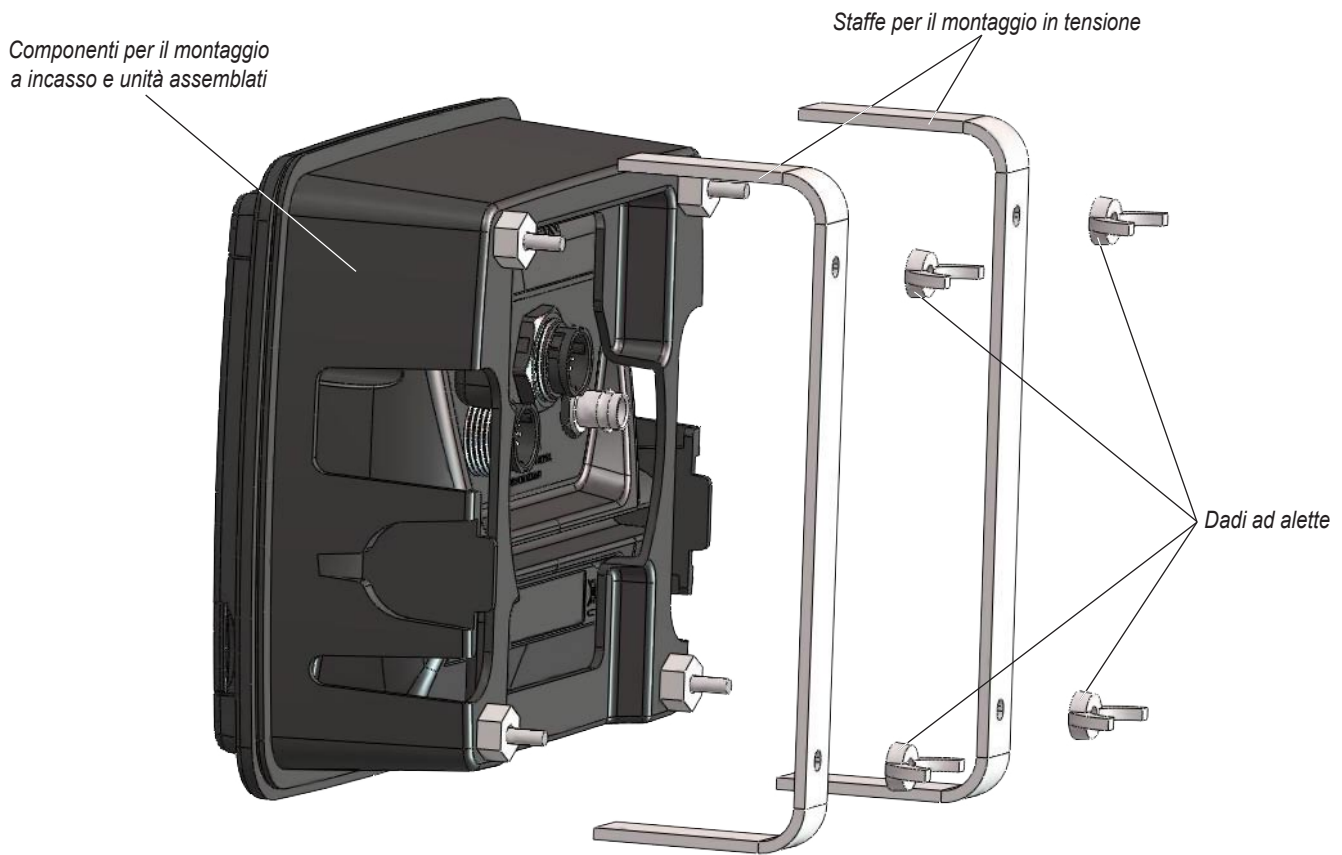

Figura 2
3. Installare l'unità nell'apertura (vedere la figura 2):